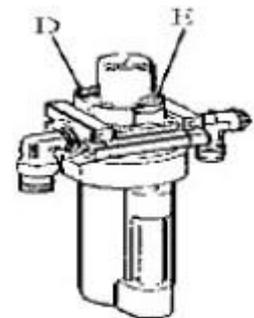

Fig 9
Vérifiez le niveau d'huile dans le générateur de brouillard, remplissez-le d'huile SAE30# si nécessaire. Dévisser avec la clé hexagonale (E). En fonction de la connexion de l'air comprimé, appuyez d'abord 5 à 6 fois sur la pédale d'ouverture et de fermeture des mâchoires ou sur la pédale de rotation de la table tournante, puis vérifiez si l'huile dans l'appareil de vaporisation d'huile tombe goutte à goutte. Pour un fonctionnement continu, appuyez deux fois sur la pédale chaque fois que l'huile tombe goutte à goutte, sinon ajustez la vis (D) qui contrôle l'entrée d'huile avec un tournevis. (Fig 9)